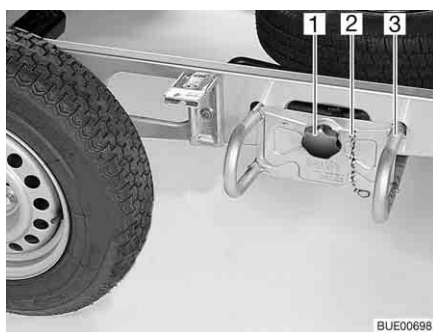

Bild 222 Reservhjulshållare
- Haka ur säkringskedjan (Bild 222,2).
- Lossa och skruva ut rattskruven (Bild 222,1).
- Dra ut reservhjulshållaren (Bild 222,3) ca 10 cm och lägg ned den på marken.